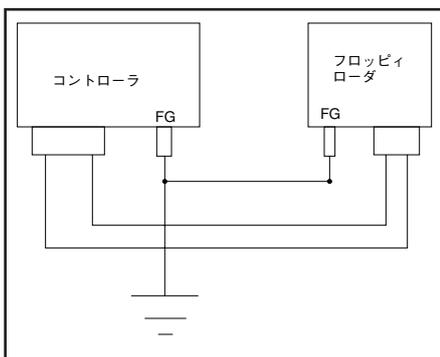

図4-4 アース配線
- (7) ノイズの多い場所ではデータのセーブやロードができない場合があります。ノイズとは付近のモータやトランシーバ等の電波源よりの電磁誘導・電波放射・静電気放電等のことをいいます。ノイズが多い場所では必ず図4-4に示すようにアース配線を行なってください。